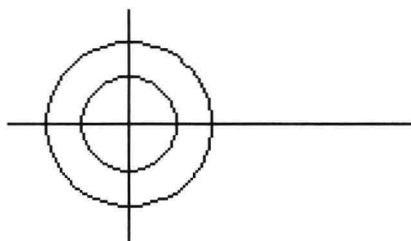

图 1-5 绘制线段
- 4 单击“绘图”工具栏中的“直线”按钮，以水平线段的右端点为起点，再向右绘制一条线段，如图 1-5 所示。